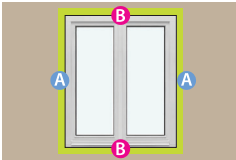

Fig. 12
6. Justera det fria utrymmet mellan fönstrets/dörrens karm och väggen, så att avståndet från karmen till väggen är densamma på alla sidor (se fig. 12).